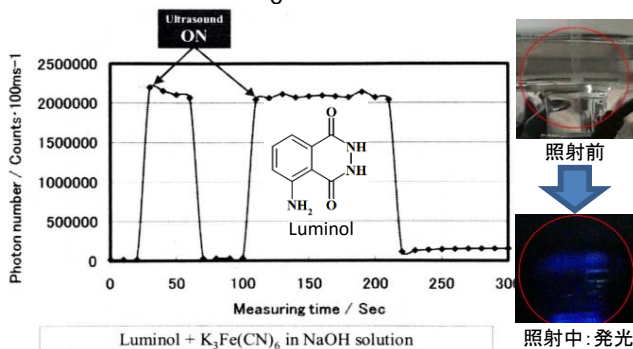

図3 ルミノールのアルカリ水溶液からの化学発光
- ルミノールのアルカリ溶液に、2.4 MHzの超音波を照射し、暗箱内で発光を観察しました(図3)。超音波を照射するとルミノールと反応する過酸化水素が生成され、超音波照射時のみ化学発光が観察されることが分かります。